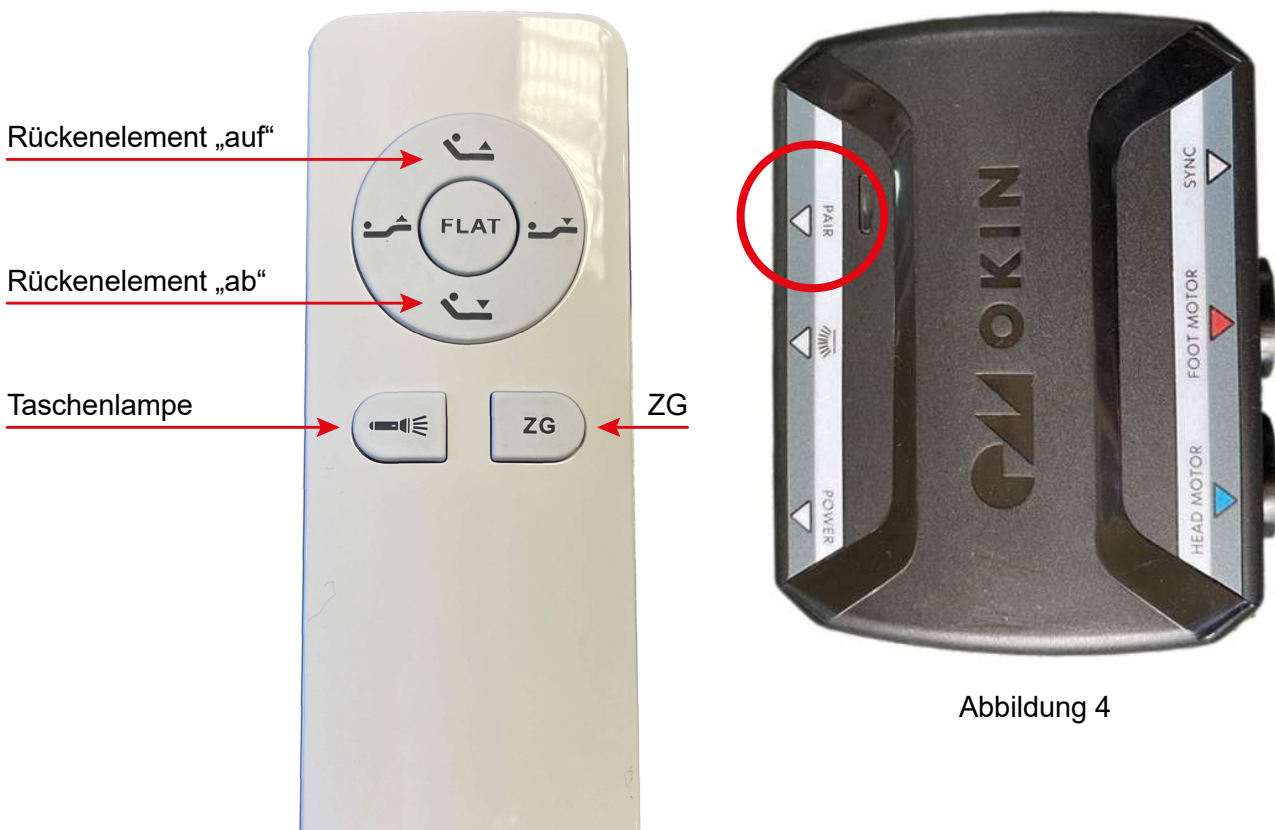

Abbildung 4
- Drücken Sie die Taste „Pair“ der Kontrollbox 2x schnell hintereinander (Abb. 4, die Lichtfarbe ändert sich)
- Schieben Sie die Abdeckung vom Batteriefach auf der Unterseite des Netzteils auf (siehe Abbildung 4).